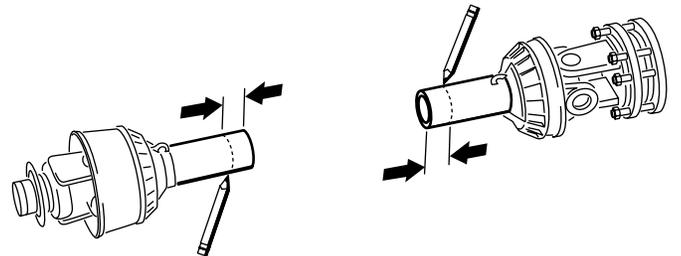

図 20
14. 手順 11 で決定した寸法を使って、安全シールドのみを切断し、各シャフト部分が露出するようにする図 20と図 21。